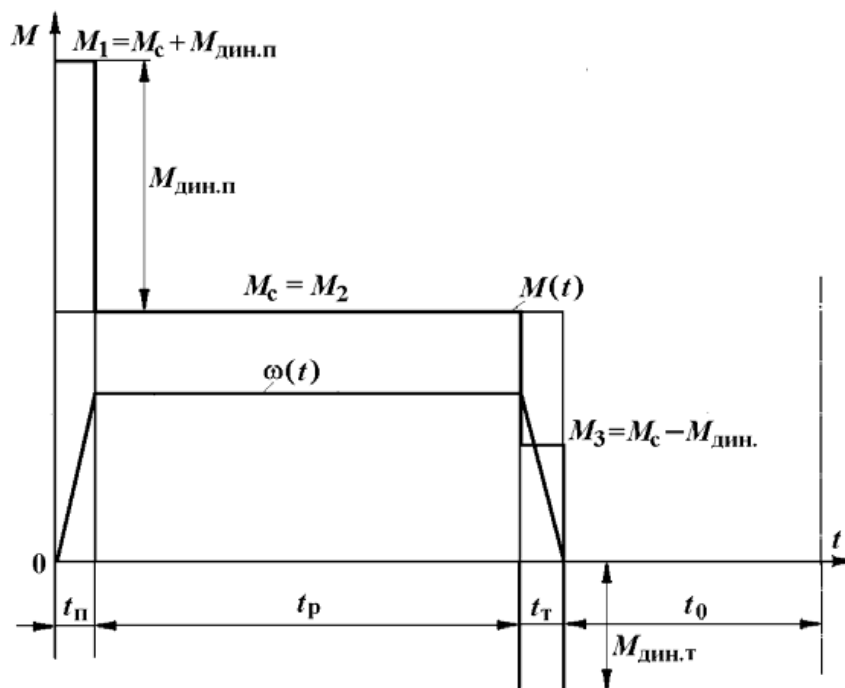

Рис.3. Тахограмма и нагрузочная диаграмма рабочей машины
**Задача 7.** Определить по заданной тахограмме и нагрузочной диаграмме рабочей машины нагрузочную диаграмму привода с предварительно выбранным двигателем. Двигатель привода имеет номинальные данные: мощность  $P_n = 50 \text{ кВт}$ ; скорость  $\omega_n = 100 \text{ рад/с}$ ; момент инерции двигателя с передачей  $J_{дв\delta} = 5 \text{ кгм}^2$ , момент  $M_n = P_n / \omega_n = 500 \text{ Нм}$ . Момент рабочей машины  $M_m = 1250 \text{ Нм}$ ; установившаяся скорость  $\omega_m = 20 \text{ рад/с}$ ;  $\eta = 0,5$ . Тахограмма рабочей машины приведена на рис.3. Время пуска  $t_{п} = 2 \text{ с}$ , время торможения  $t_{т} = 2 \text{ с}$ , время работы  $t_p = 26 \text{ с}$  и время паузы  $t_0 = 20 \text{ с}$ . Коэффициент ухудшения теплоотдачи в периоды пуска и торможения  $\gamma_t = 0,75$ ; коэффициент, учитывающий ухудшение теплообмена при остановке  $\beta_t = 0,5$ .
**Задача 8.** Привод с двигателем ( $P_n = 15 \text{ кВт}$ ,  $\omega_n = 100 \text{ рад/с}$ ,  $M_n = 150 \text{ Нм}$ ) работает по тахограмме, приведенной на рис.3. Коэффициент ухудшения теплоотдачи в периоды пуска и торможения  $\gamma_t = 0,75$ ; коэффициент, учитывающий ухудшение теплообмена при остановке  $\beta_t = 0,5$ . Моменты  $M_1 = M_{п} = 200 \text{ Нм}$ ;  $M_2 = M_p = M_c = 150 \text{ Нм}$ ;  $M_3 = M_{т} = -141 \text{ Нм}$ .